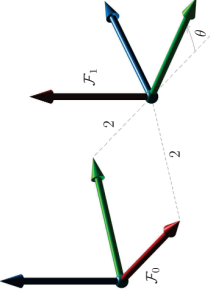

FIGURE 5.8 – Question 5.4.
5.4. Répondre aux différentes questions en rapport avec la figure 5.8 :